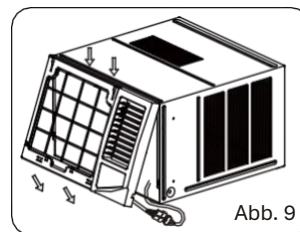

Abb. 9
1. Hängen Sie die Oberkante des Rahmens ein. Schließen Sie dann die Stecker des Kopplers an und stellen Sie sicher, dass Sie das Kabel des Temperatursensors nicht stören (siehe Abb. 9).